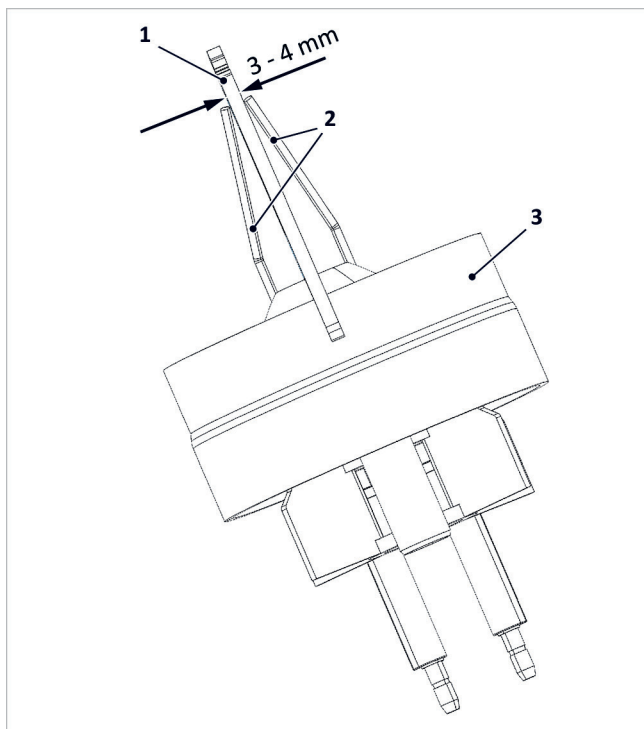

Fig. 124: Controllo della distanza degli elettrodi di accensione
3. Distanza degli elettrodi come nella → fig. 124 controllare ed eventualmente correggere piegando con cautela.